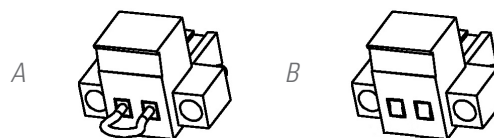

Fig. 19. Conector para el EPO externo.
- ☐ Ya bien al retirar el conector hembra del zócalo donde está insertado. Este conector lleva conectado un cable a modo de puente que cierra el circuito [ver Fig. 19-A].
- ☐ O al accionar el pulsador externo al equipo y de propiedad del usuario e instalado entre los terminales del conector [ver Fig. 19-B]. La conexión en el pulsador deberá estar en el contacto normalmente cerrado -NC-, por lo que abrirá el circuito al accionarlo.